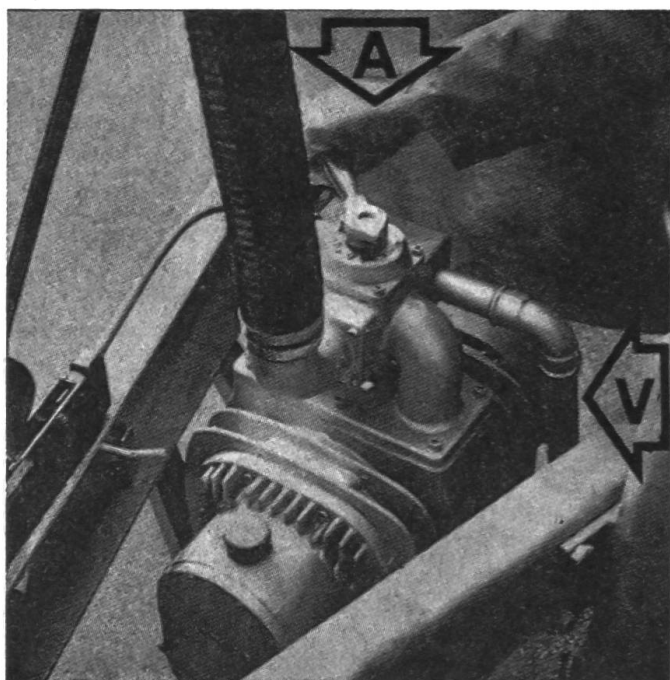

Fig. 1
1. Mettre le clapet de la pompe sur la position «pression» (Figure 1, A). Il est toutefois indispen-
2. Raccorder un solide tuyau flexible d'un diamètre minimal de 1 pouce = 2,5 cm (le mieux serait qu'il ait le même diamètre que la conduite à vide) à l'orifice d'entrée-sortie de l'air et l'y fixer (Figure 1, V).